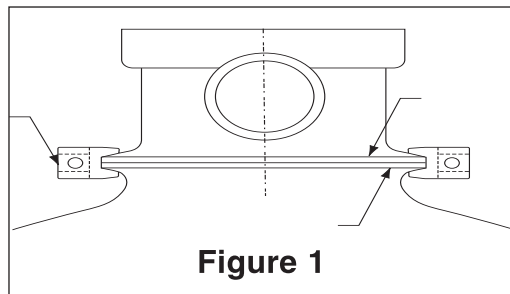
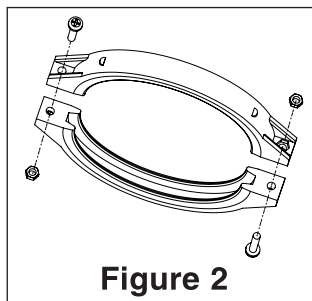

Figure 1
Figure 2
8. Assurez-vous que la vanne est fermement enfoncée dans le couvercle et que la bride du réservoir et la bride de la vanne se touchent. Reportez-vous à la **Figure 1**.
9. Le collier en plastique peut maintenant être posé. Placez le demi-collier sur la bride de vanne et sur la bride du réservoir comme indiqué à la **Figure 1**. Insérez les vis et écrous dans le demi-collier en vous assurant que les écrous soient situés dans l'emplacement de retenue hexagonal sur les colliers. Reportez-vous à la **Figure 2**.